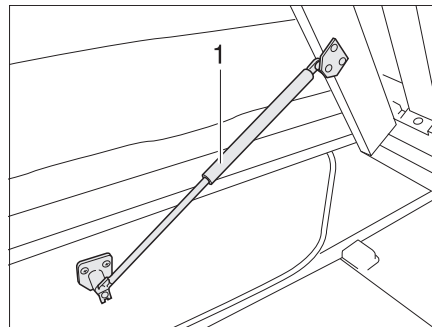

Bild 171 Fast säng
■ Lyft ribbotten. Gasfjädrarna (Bild 171,1) håller kvar ribbotten i öppet läge.